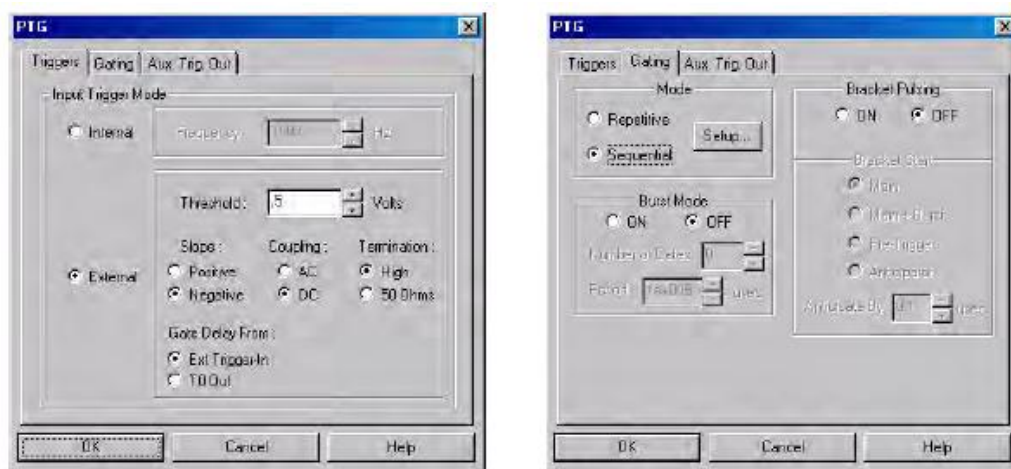

图 48 PTG: Triggers 和 Gating 多标签页
- a. 当选择 PTG 作为有效脉冲后，点击“**Setup PTG ...**”。在 **Triggers** 多标签页上定义外部脉冲。见图 48。
- b. 在 **Gating** 多标签页上，选择 **Sequential** 作为 Active Mode 然后点击“**Setup...**”。在这个实验中，Burstmode 和 Bracket Pulsing 均被关闭。见图 48。